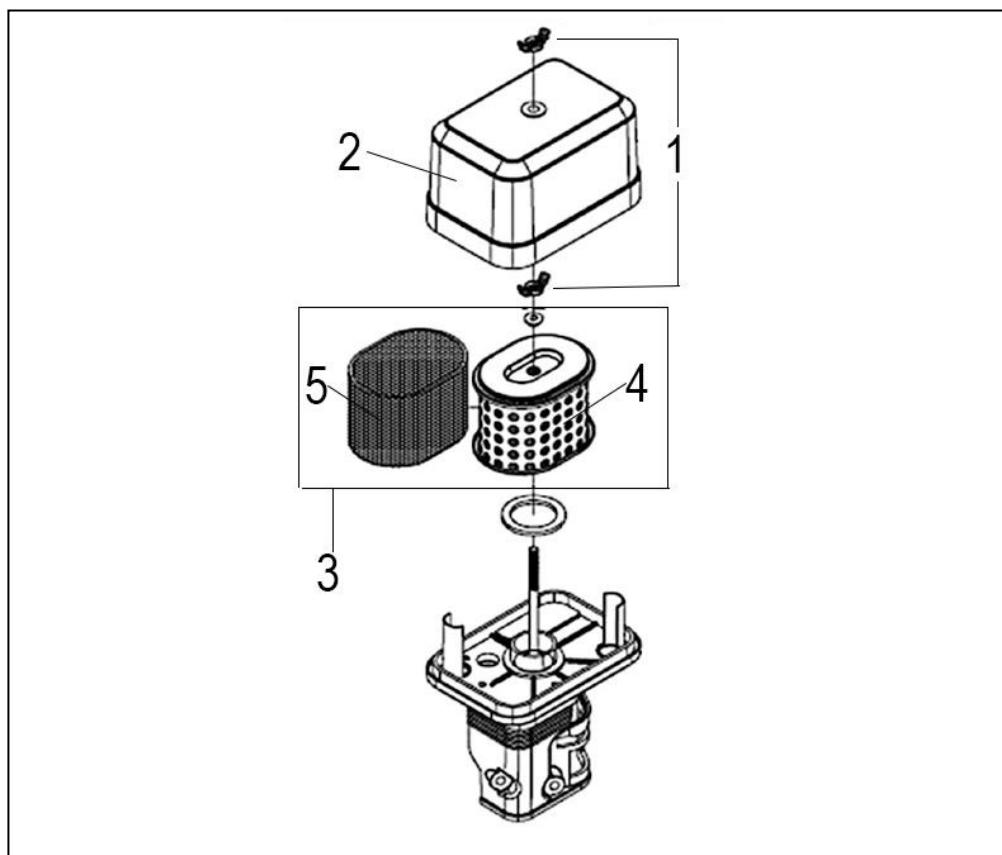

Рис. 16. Обслуживание воздушного фильтра.
1. Открутите верхнюю гайку (1) и снимите крышку (2) воздушного фильтра (Рис. 16).
2. Открутите нижнюю гайку (1) и извлеките из корпуса воздушный фильтр (3) в сборе.
3. Необходимо проверить целостность и чистоту фильтрующих элементов. Поролоновый (первоначальный) фильтрующий элемент (5) установлен на корпусе бумажного фильтрующего элемента (4).
4. В случае если загрязнение незначительно, промойте поролоновый фильтрующий элемент (5) теплым мыльным раствором и просушите. Если элемент поврежден или сильно загрязнен, то необходимо заменить его.